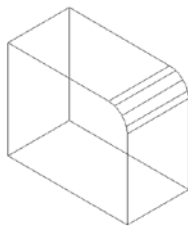

图 11.83 圆角
- (4) 指定圆角半径为 30, 连击两下回车键, 圆角后的效果如图 11.83 所示。